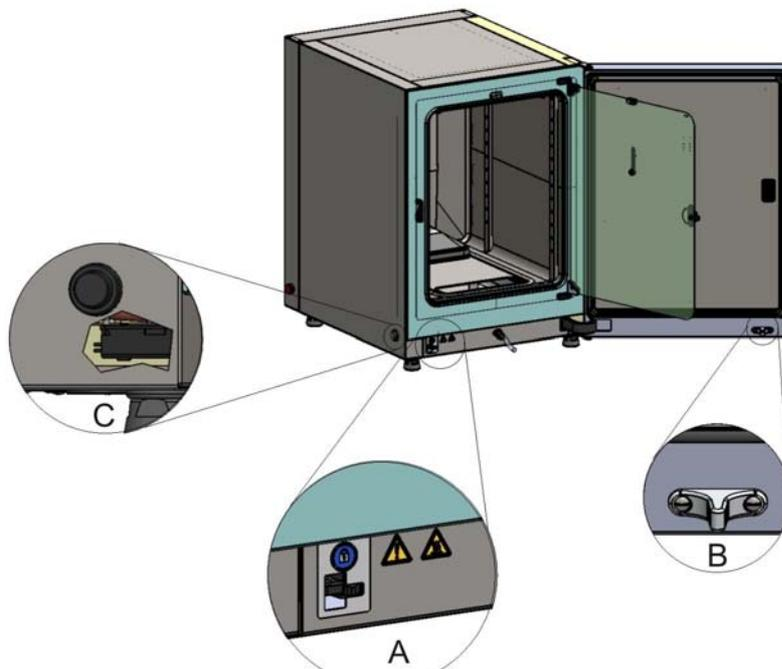

Figura 3-17. Palanca de bloqueo de la puerta y desbloqueo de emergencia en la parte inferior de la incubadora
El kit de cierre de puerta electromecánico está compuesto por un cierre giratorio (detalle A en la Figura 3-17) que se acciona por medio de un motor integrado, una palanca mecánica integrada de desbloqueo de emergencia (detalle C) y un gancho de cierre (detalle B) que va instalado en el interior de la puerta.
Cuando se produce un fallo eléctrico, la palanca no cambia de posición. Cuando se restablece el suministro eléctrico y se reanuda la rutina de esterilización, la palanca desbloquea la puerta automáticamente en cuanto la temperatura baja de 65 °C. Si fuera necesario, la puerta se puede desbloquear en cualquier momento tirando de la palanca de desbloqueo de emergencia (C) hacia la pared lateral. La palanca de desbloqueo de emergencia se encuentra en la parte inferior de la incubadora, al lado del interruptor de red. Para llegar a ella, retire la cubierta redonda insertada en el revestimiento del suelo y vuelva a colocarla después de abrirla. El detalle C de la Figura 3-17 contiene una sección a través de la pared lateral que muestra la posición de la palanca.